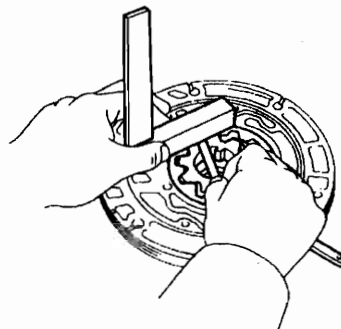

图 12-1-107
③如图 12-1-107 所示, 用钢尺和塞尺测量两个齿轮的侧隙, 标准侧隙为 0.02~0.05mm, 最大侧隙 0.05mm。若侧隙大于最大值, 则更换驱动齿轮、从动齿轮或泵体。驱动齿轮和从动齿轮有 5 种不同的厚度, 参数见表 12-1-8。